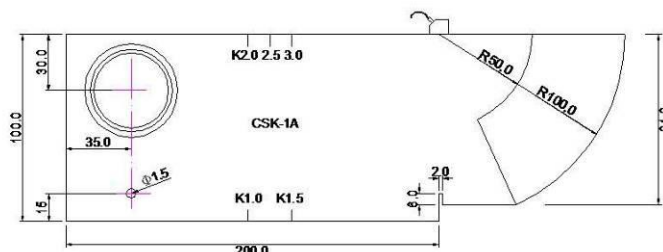
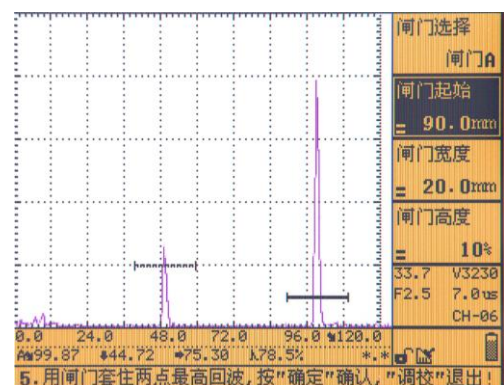

图 3.9
图 3.10
- (5) 通过【向下】、旋轮和【确认】键设置大概的“材料声速”值、“探头零偏”值，设置“一点声程”=50mm，“二点声程”=100mm。设置完“二点声程”后，按【确认】键。将探头耦合到 CSK-IA 的标定试块上，如图 3.9 所示。屏幕上出现 R50 和 R100 回波，如图 3.10 所示。